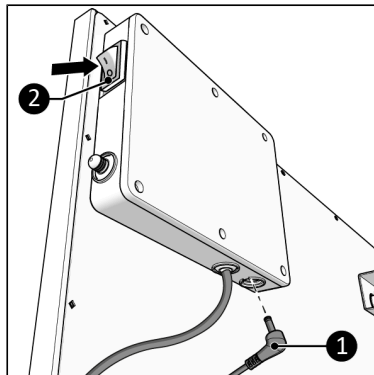

Figure 68.
1. Assurez-vous que le commutateur ON/OFF est en position OFF (Figure 68, pos. 2).
2. Connecter le connecteur du capteur de température externe (Figure 68, pos. 1) à la fiche du capteur.